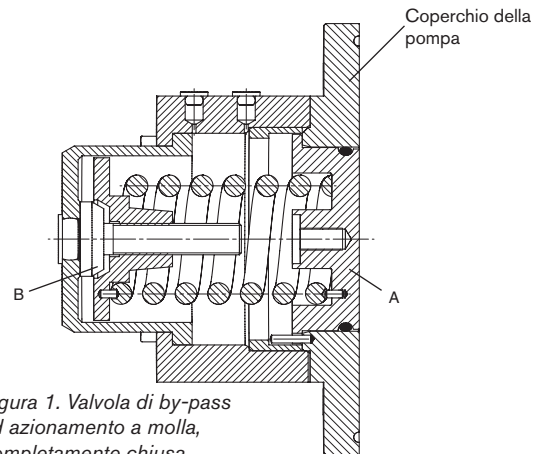

Figura 1. Valvola di by-pass ad azionamento a molla, completamente chiusa
La Figura 1 mostra la valvola di by-pass completamente chiusa. L'otturatore della valvola (A) è allineato con la superficie anteriore del coperchio della pompa. La valvola è stata tarata comprimendo la molla tramite la vite di registro (B).